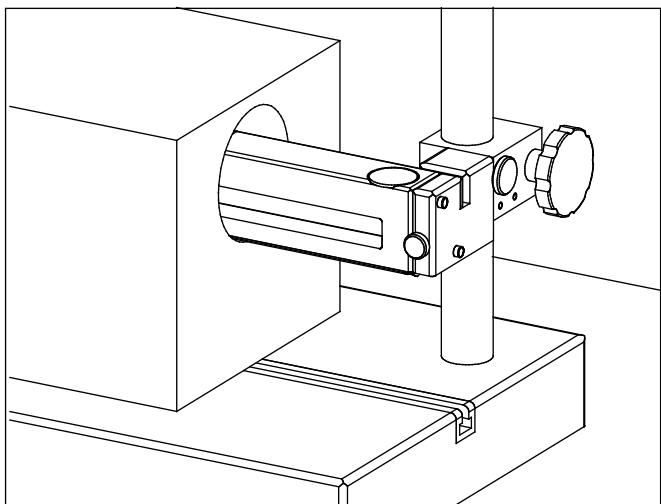

Fig. 7
- Dans les alésages cylindriques d'un diamètre supérieur à 68 mm, la MarSurf GD 25 / GD 25 plus peut être introduite entièrement (*v. fig. 7*). Dans ce cas, il faut enlever les pieds d'appui et les remplacer par les vis.